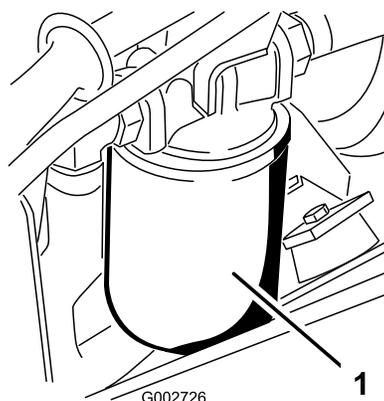

**Figura 40**
2. Allentate le 2 viti che fissano la protezione centrale alla macchina, e togliete la protezione (Figura 40).